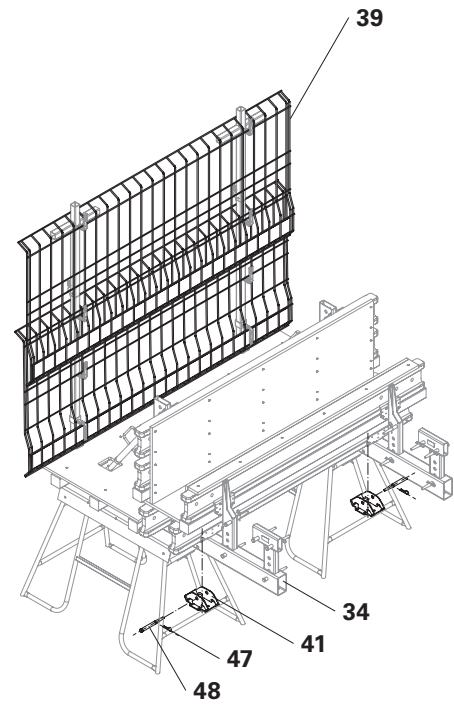

Fig. C1.07
4. Applicare 2x grigliati di protezione PMB 260 (39) sovrapposti sui supporti parapetto travi ribassate VD (37). (Fig. C1.07)
1. Collegare il raccordo puntelli VD (41) con perno calibrato Ø 21 x 120 (48) alla trave ribassata (34) e fissare con inserto a molla 4/1 (47). (Fig. C1.07)